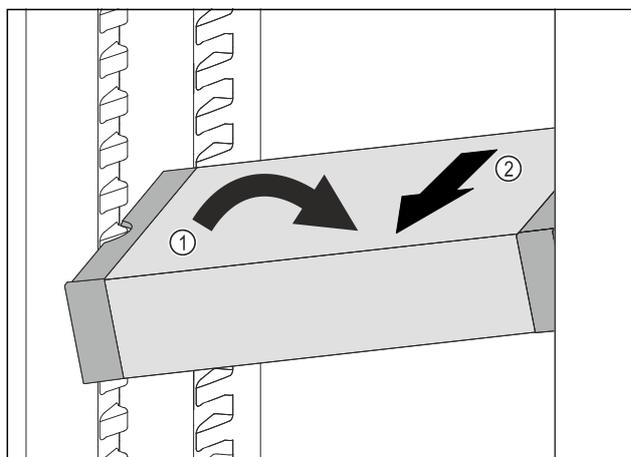

Fig. 93
- ▶ Coloque el VarioSafe en el compartimento del frigorífico en posición oblicua. *Fig. 93 (1)*
- ▶ Extraiga el VarioSafe hacia delante. *Fig. 93 (2)*